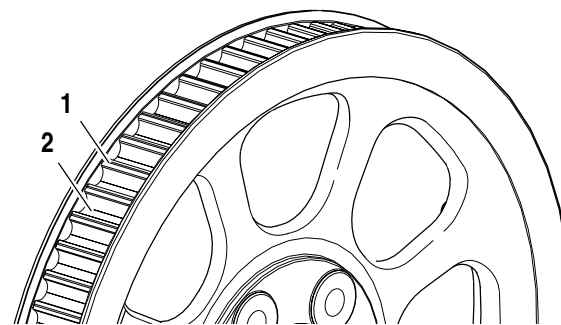

Abbildung 1-36. Hintere Zahnriemenscheibe
1. Siehe Abbildung 1-36. Alle Zähne (1) der hinteren Zahnriemenscheibe auf Folgendes untersuchen:
2. Zur Überprüfung der Abtragung der Chrombeschichtung einen Anreißer oder eine scharfe Messerspitze mit mittlerem Druck über den Boden einer Nut (2) (zwischen zwei Zähnen) ziehen.